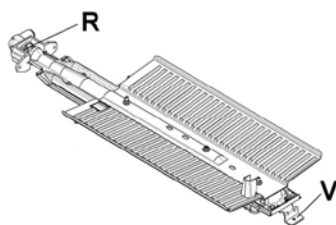

Fig 6
- Lossa V-skruven och dra ut brännaren från dess stöd. Var försiktig med att inte skada tändelektroden eller termoelementet (Fig.6).